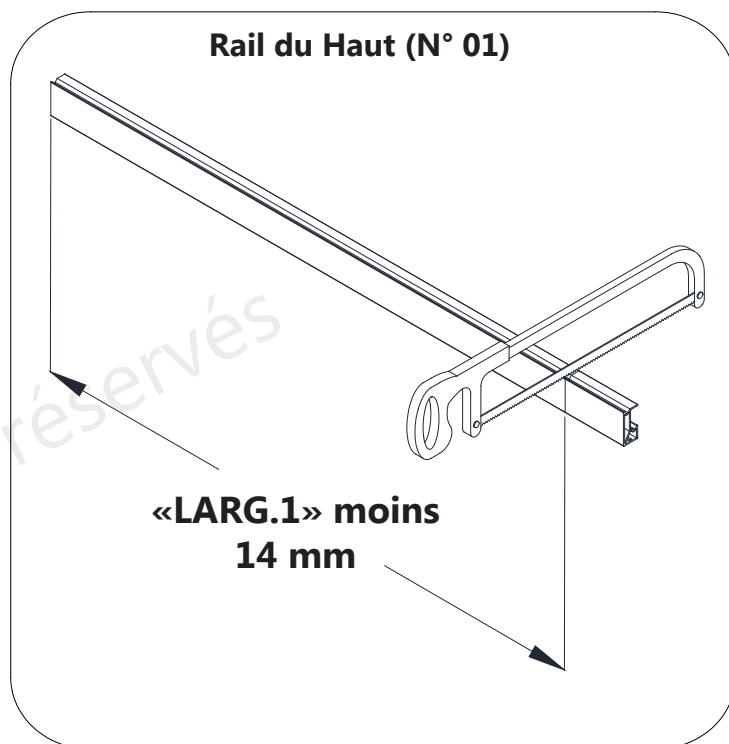

Fig 2a
□ Coupez le **Rail du Haut (N° 01)** à la dimension: «**LARG.1**» (en haut) moins 14 mm. (Fig 2a)